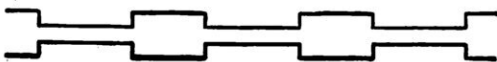

FIG. 1. — TUBE A NÉON-MERCURE ÉMETTANT LA LUMIÈRE DU NÉON ET CELLE DU MERCURE
Les manches aux formes originales, comme ceux qui sont représentés sur la photographie ci-contre, s'obtiennent de différentes façons. Si on ligature des tiges, après avoir pratiqué des incisions sur les parties en contact, on réalise une véritable greffe, comme dans le cas des figures 1 et 2. Les manches représentés en 3 et 5 sont constitués par des racines de buis naturelles, tandis que la racine 4 a été traitée par un acide ; 6, 7, 8 et 9 sont des manches d'ombrelles formés par un ajonc, un châtaignier soudé avec anneau d'ivoire, une racine de molène ou bouillon blanc, un chêne soudé avec anneau d'ivoire ; 10 et 11 représentent des racines de molène et de cardère à foulon destinées à la fabrication de manches d'ombrelles.
M. G. Claude pensa qu'en utilisant un tube présentant des sections larges et étroites (fig. 1), la densité du courant et, par suite, la température étant plus grandes dans les sections étroites, on obtiendrait deux lumières dans le même tube : celle du mercure dans les parties étroites et chaudes, celle du néon dans les parties plus larges, d'où, naturellement, des applications très intéressantes pour la décoration, la publicité, etc.